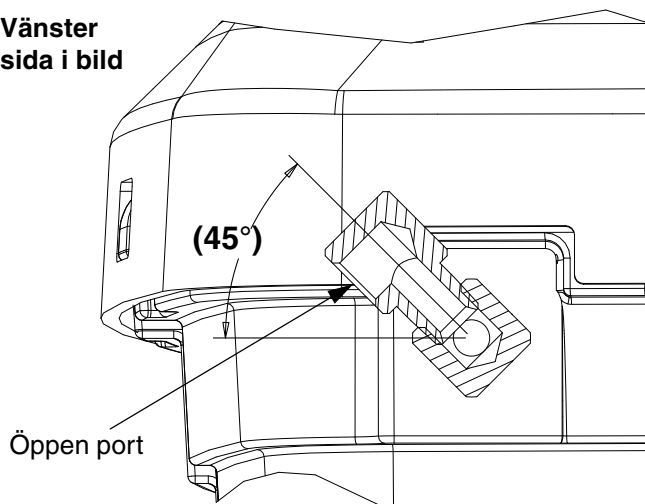

FIG. 21: Ventilkopplingarnas riktning
Fyll inte upp det yttre mantlade området helt och hållet om du använder fathållar- eller slangcirkulationssatsen. Se påfyllnadsanvisningar i handboken för fathållar- eller slangcirkulationssatsen. Överfyllning kan få värmevätskan att översvämma ventilfästena (se FIG. 21) vid start.
4. Ventilkopplingar kan monteras på endera sida. Se FIG. 21 för rätt riktning av ventilkopplingarna.